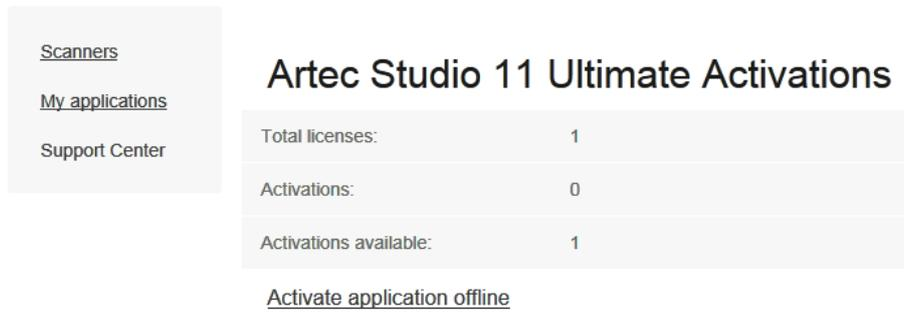

Abbildung 22: Offline-Aktivierung bei *my.artec3d*.
5. Artec Studio suchen und darauf klicken. Es erscheint eine neue Seite, wie in *Abb. 22* gezeigt.